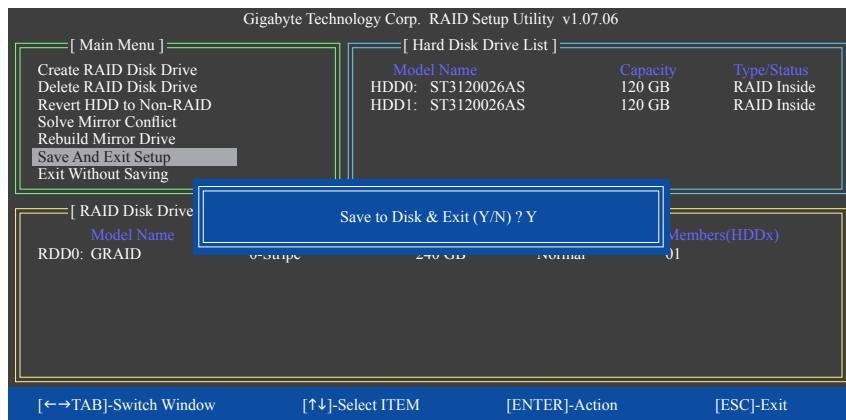

図 10
7. セットアップを保存して終了: RAID アレイを構成した後、メイン画面で **Save And Exit Setup** 項目を選択し、設定を保存してから RAID BIOS ユーティリティを終了し、<Y> を押します(図 10)。